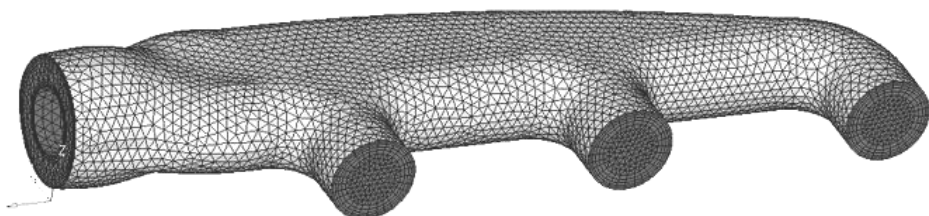

图 5-167 选择了所有该归并到 wall_exterior 组件中的单元
(11) 用 Organize 面板组织安排组件。选择 BCs > Organize。
(12) 设置 dest component 为 wall_exterior，然后选择 ^faces 组件中一个在外壁面的单元。
(13) 单击 elems 按钮并选择 by face。
(14) 选择了所有该归并到 wall_exterior 组件中的单元后，单击 move 按钮，结果如图 5-167 所示。